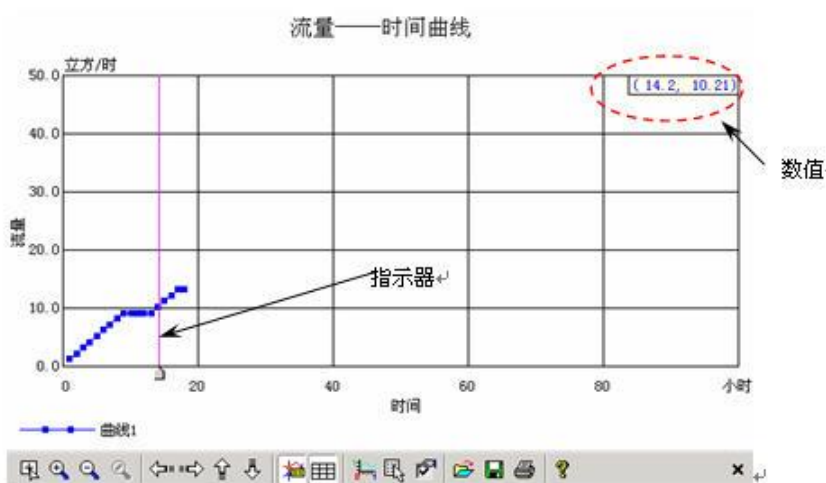

图8.90 超级XY曲线——显示数值
- ◇  显示数值：当该按钮有效时，在图表上将显示一个指示器，如图8.90所示。移动指示器，右上角会显示当前指示器的坐标和曲线的数值。